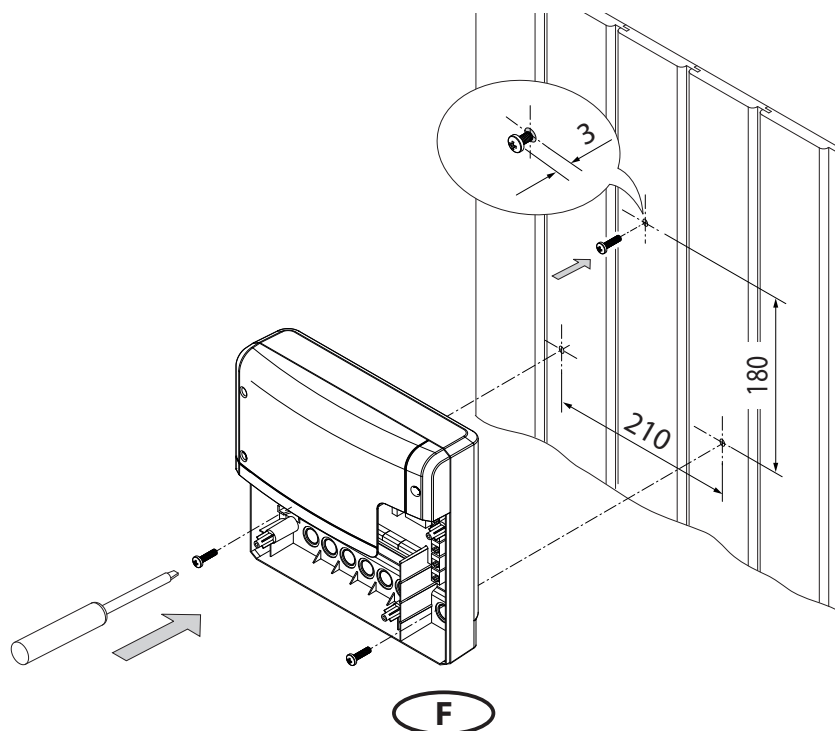

**Fig. 1**
1. Retirez le couvercle inférieur de la partie de puissance. Pour ce faire, dévissez entièrement les 3 vis et tirez légèrement le couvercle inférieur du boîtier vers le bas, puis vers l'avant (fig. 1).